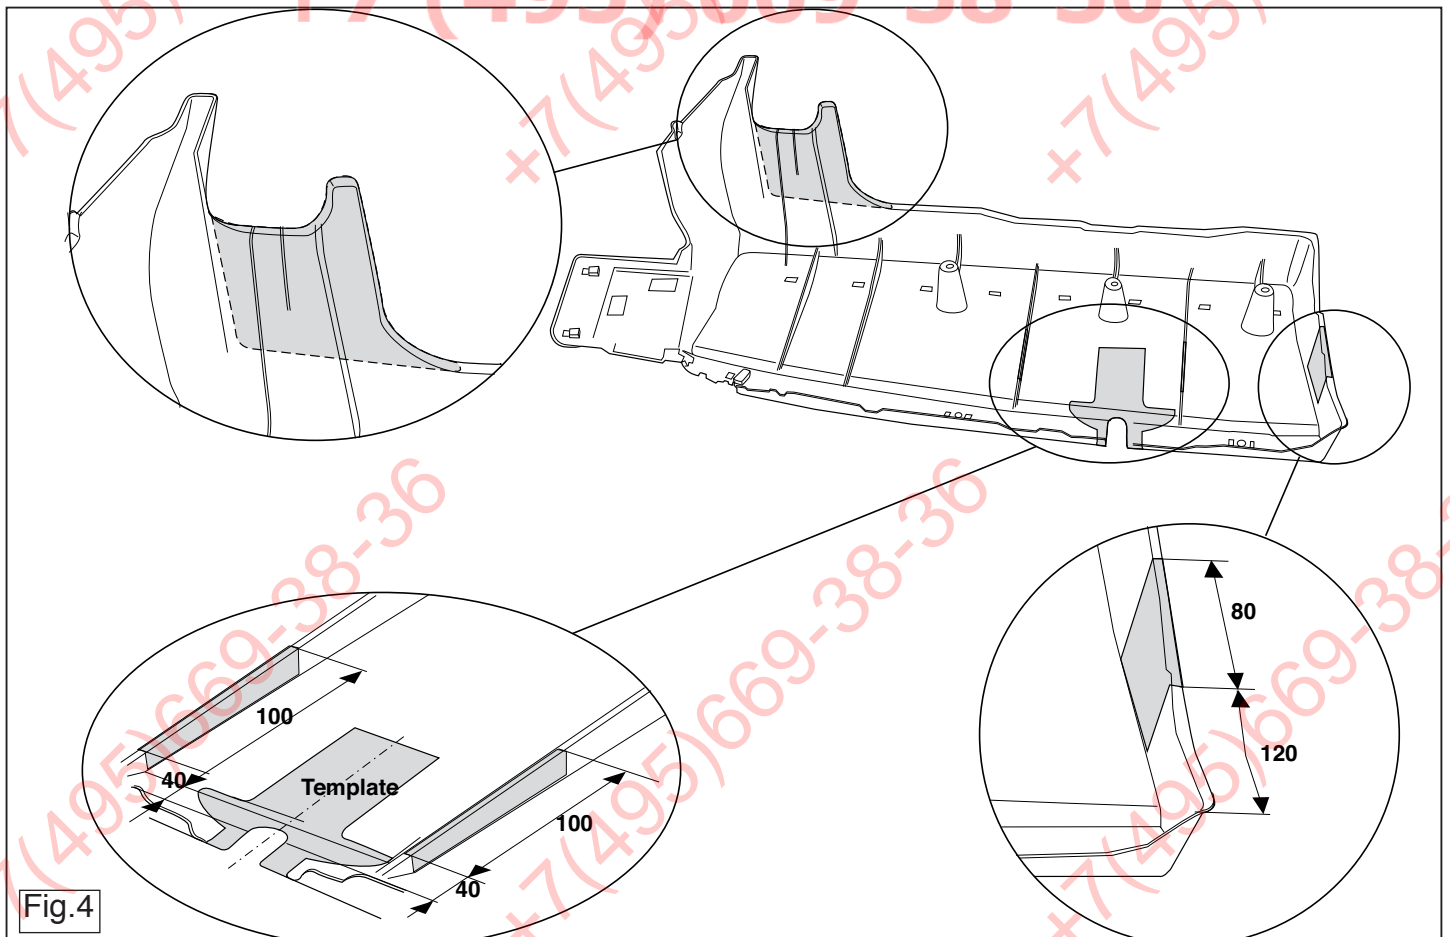

Fig.4
4. Saw out the portions as indicated in fig. 4.
4. Scier les parties indiquées conformément à la figure 4.
4. Gemäß Abb. 4 die angegebenen Teile heraussägen.
4. Såga ut delarna enligt fig. 4.